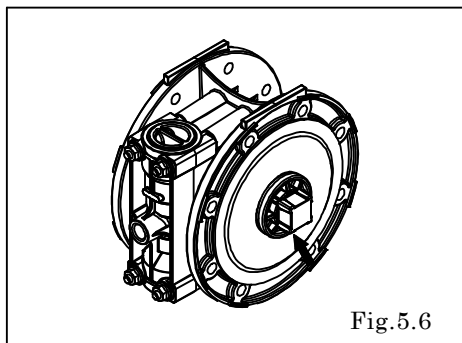

Fig.5.6
- ・センターロッド両側のセンターディスクを取り外すときは、スパナ（22 mm）などを使用し両側のセンターディスクを緩み方向に回す。〔Fig.5.6〕